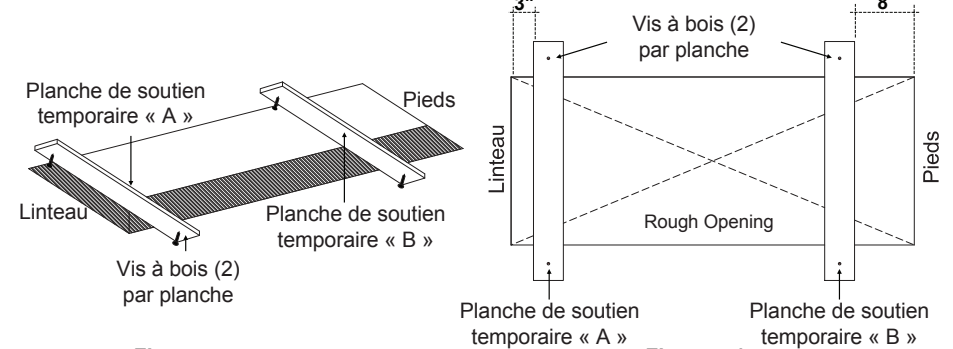

Figure 5
F. Fixez les planches de soutien temporaires « A » et « B » (1 po sur 4 po sur 32 po) avec des vis à bois de 2 1/2 po (non comprises). La planche « A » sera à 3 po de l'ouverture à l'extrémité du linteau / de la charnière. La planche « B » sera à 8 po de l'ouverture à l'extrémité des pieds. Assurez-vous de respecter les dimensions de positionnement des planches afin que les planches de soutien temporaire ne nuisent pas pendant les autres étapes de l'installation. Consultez les figures 5 et 5.1.